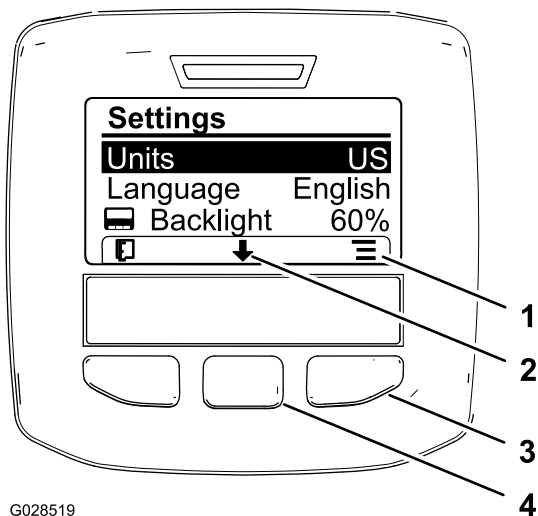

Figure 62
2. Pour changer d'unité de mesure, appuyez sur le bouton de sélection droit pour changer la liste des unités affichées (Figure 62).
- Pour changer la langue de l'affichage, appuyez sur le bouton de sélection central (situé sous la flèche vers le bas dans l'affichage) pour déplacer l'option sélectionnée à Langue (Figure 62).
- Appuyez sur le bouton de sélection droit (situé sous l'icône de liste dans l'affichage) pour mettre en surbrillance la langue qui sera utilisée dans l'affichage (Figure 62).
- Appuyez sur le bouton de sélection gauche pour retourner à l'écran d'accueil (Figure 62).